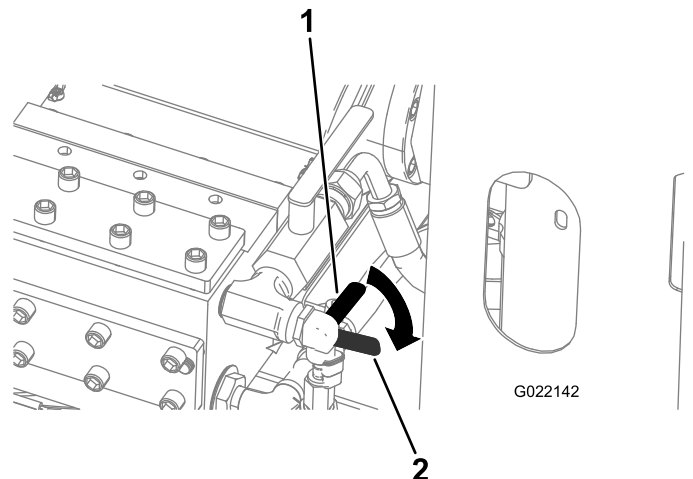

Figura 152
- A. Abra a válvula de anticongelante no lado dianteiro da bomba de fluido de perfuração (válvula inferior) como mostrado na Figura 152.
6. Feche a válvula de anticongelante (Figura 152).